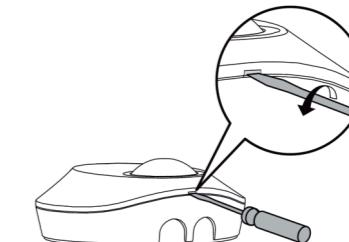

Afbeelding 6
3.3.3 Een sensor activeert de tijdschakelaar van de trappenhuisverlichting (de tijd moet op 1s ingesteld zijn) (zie afbeelding 6).